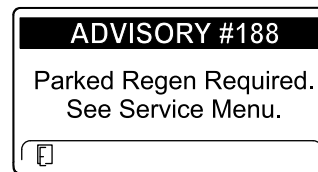

Figura 44
- Richiesta di rigenerazione parcheggiata ADVISORY #188 (Figura 44)